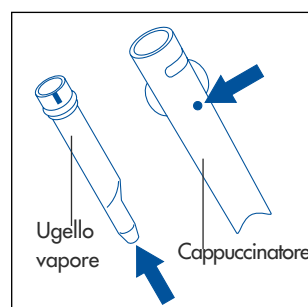

Fig.27
- Controllare che i due fori indicati dalle frecce in fig. 27, non siano otturati. Se necessario pulirli con l'aiuto di uno spillo.